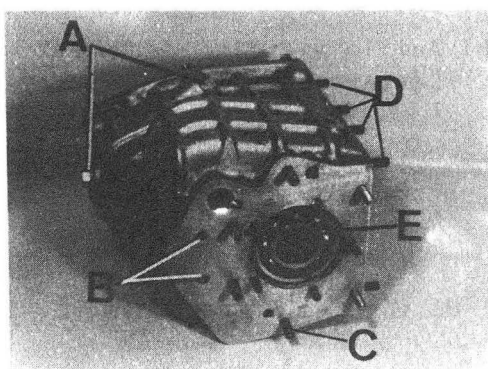

Fig. C1-113 Desmontaje cárter caja de -
- 1.2. Desmontar los tapones de llenado y vaciado de aceite de la caja de velocidades (Fig. C1-113).
dola a través de los orificios, B (Fig. C1-113) que dispone el cárter.
- 1.4. Desmontar los espárragos delanteros y traseros, C (Fig. C1-113) de unión de cár-
- 2.1. Montar los espárragos delanteros y traseros, C (Fig. C1-113) de fijación cárte-
- 2.3. Montar los tapones, A (Fig. C1-113) de llenado y vaciado de la caja de veloci-